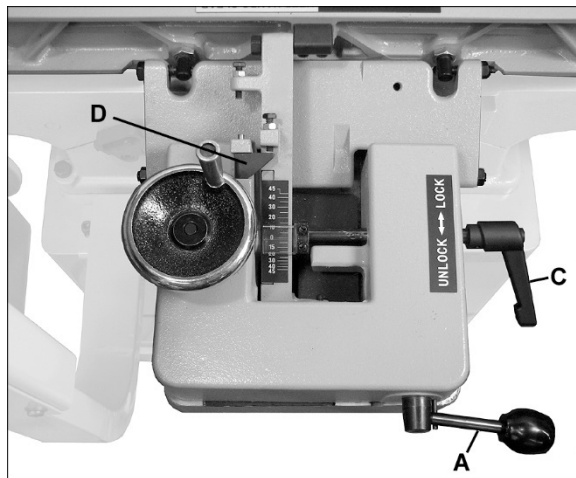
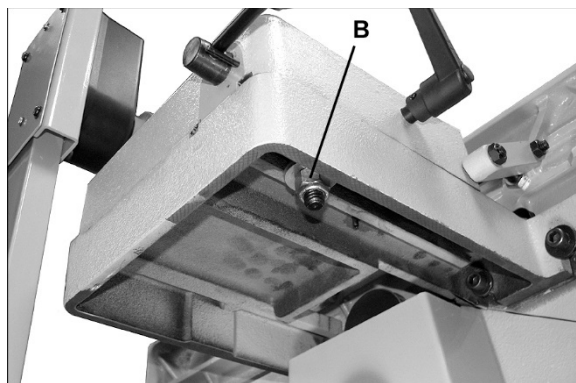

Рис. 27
Рис. 28
См. Рис. 27.
**ПРИМЕЧАНИЕ:** ручку фиксации (А, Рис. 27) можно установить в более удобное положение. Для этого ослабьте шестигранную гайку под литым основанием упора (В, Рис. 28), установите ручку в нужное положение и снова затяните шестигранную гайку.
1. Ослабьте запорную рукоятку (С, Рис. 27).
2. Выщелкните стопорный блок (D).